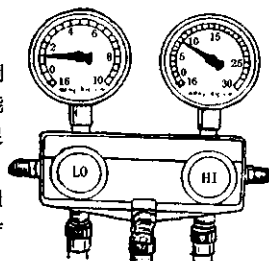

图 4-84 制冷剂不足时高低压力表的压力指示
①制冷剂不足，制冷不够。在制冷系统中，高低压两侧的压力均低，如图 4-84 所示。在液视镜中看到气泡，虽能排出冷气，但车内的温度仅有轻微的凉感，表明制冷剂不足或管道有轻微的泄漏。